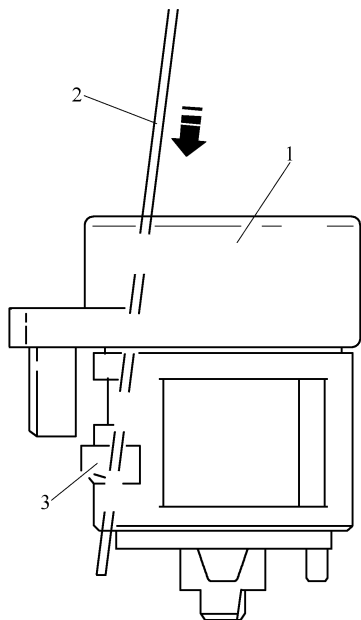

图 5-4-6 拆卸和安装锁芯
- ⑥ 在靠近点火钥匙附近的孔(箭头)中插一根钢丝(直径约 $\phi 1.2\text{mm}$), 如图 5-4-6 所示。
⑦ 沿箭头方向将钢丝 2 插入锁芯 1 的锁杆 3 中以松开锁芯 1, 然后将锁芯 1 拉出, 如图 5-4-6 所示。
- ① 将点火钥匙插入到锁芯 1 中并转到“行驶”位置。
② 沿箭头方向将钢丝 2 插入锁芯 1 的锁杆 3 中以松开锁芯 1, 如图 5-4-6 所示。
- ③ 将锁芯装入转向柱锁壳体内。
④ 将钢丝从锁芯拉出并检查锁芯是否正确安装在转向柱锁壳体内, 其余的安装以与拆卸相反的顺序进行。
(2) 拆卸和安装点火开关